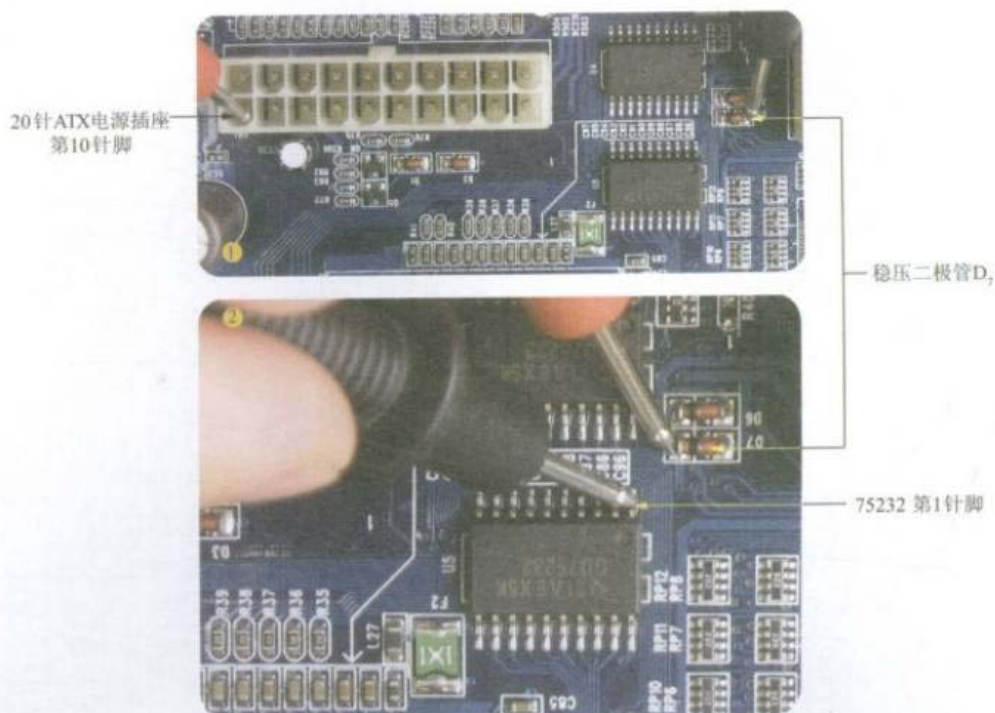

图5-38 测量串口管理芯片的+12V供电电路
**Step 01** 将万用表调到“蜂鸣”挡，测量20针ATX电源插座第10针脚经过二极管到串口管理芯片（75232）的线路，如图5-38所示。